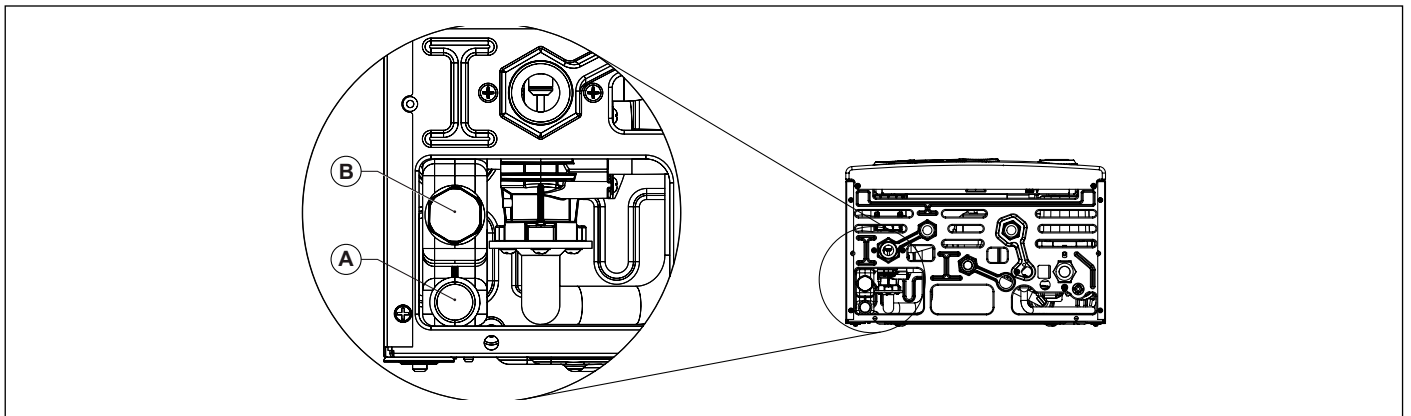

Fig. 18 Evacuare condens
Sistemul de evacuare a condensului trebuie să fie conectat la conexiunea corespunzătoare (A) prevăzută în centrală (vezi Fig. 18 Evacuare condens).